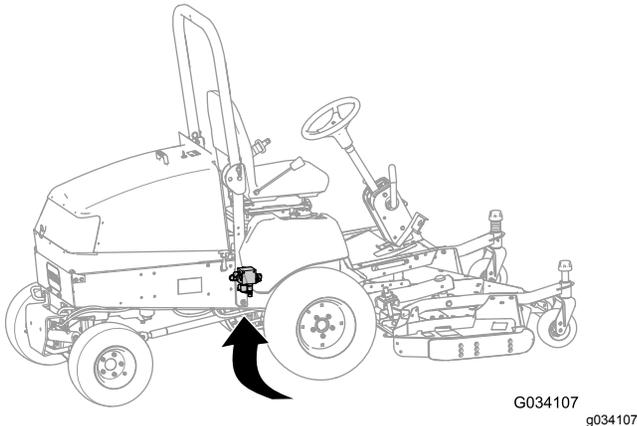

図 12
- 機体下部右側フレームチャネルの内側、前アクスルの後ろにある昇降マニホールドを探し出す 図 12。